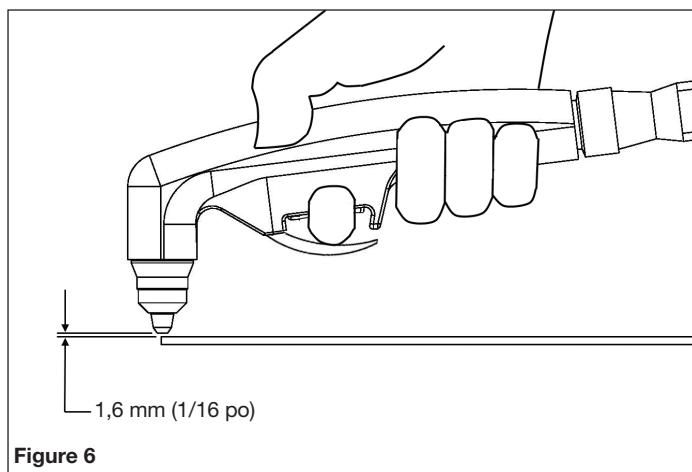

Figure 6
1. Positionner l'embout de chalumeau 1,6 mm (1/16 po) au-dessus de la pièce au début de la trajectoire de découpe prévue. L'embout doit se trouver perpendiculaire à la surface du métal. Voir la Figure 6.